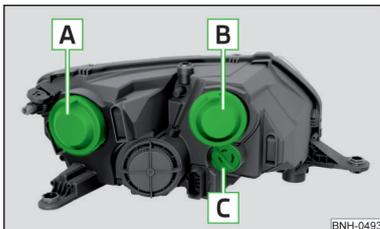

Fig. 190
## Orden de bombillas » fig. 190
- Retirar la tapa protectora **A** » [fig. 190 de la \[pág. 165\]\(#\)](#).
- Retirar la tapa protectora **B** » fig. 190 de la pág. 165.
- Colocar la tapa protectora **B** » fig. 190 de la pág. 165.